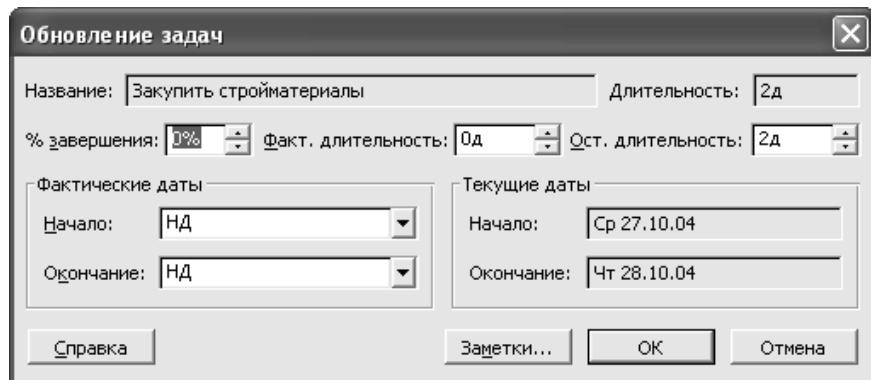

Рис. 50. Встановлення % завершення завдань
3. У меню **Сервіс** з підмінною **Відстежування** виберіть команду **Відновити завдання**. З'явиться вікно **Оновлення завдань**. (рис. 50).